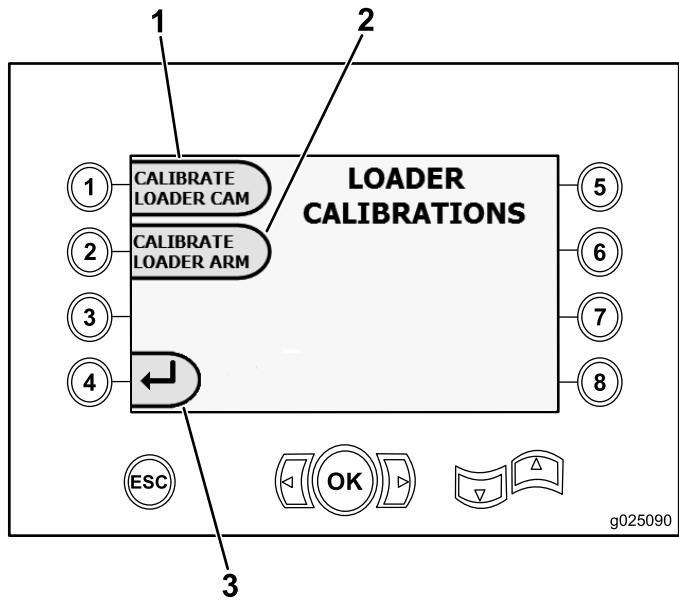

**Bild 16**
- Taste 3: Lesen der Fehlercodes (**Bild 16**)
Wird mehr als ein Bohr- oder Motorfehler auf dem Bildschirm angezeigt, drücken Sie Taste 5 für den nächsten Bohrfehler, Taste 7 für den nächsten Motorfehler oder Taste 8 für den vorherigen Motorfehler (Bild 16).
**Hinweis:** Werden keine Bohr- oder Motorfehler angezeigt, drücken Sie die OK-Taste, um den Bildschirm zu verlassen (Bild 16).